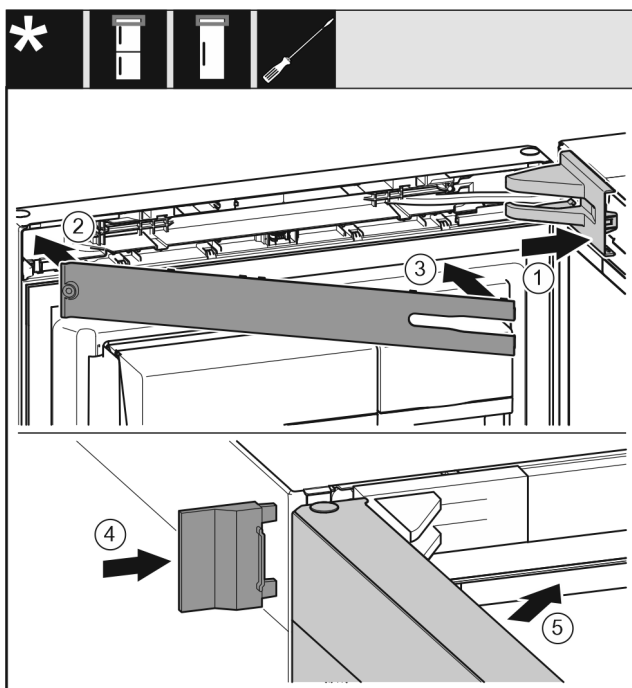

Fig. 22
- ▶ Nasadíte a zaklapnete kryt stojanu ložiska, příp. opatrně odtlačte od sebe. Fig. 22 (1)
- ▶ Nasadíte záslepku. Fig. 22 (2)
- ▶ Záslepku sklopte a zaklapnete. Fig. 22 (3)
- ▶ Nasuňte vnější kryt. Fig. 22 (4)
- ▶ Zavřete horní dveře. Fig. 22 (5)